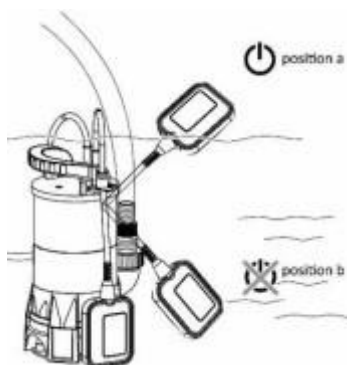

Рис. 9
- Вставьте вилку сетевого шнура в розетку. Устройство будет включено, когда поплавковый выключатель (4) будет расположен выше установленной или максимальной высоты включения (рис. 9, позиция а).
- Устройство выключится, как только поплавковый выключатель достигнет установленной или минимальной высоты отключения (рис. 9, позиция б).